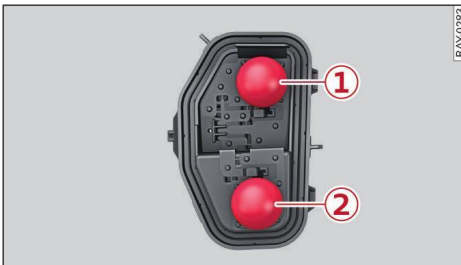

Fig. 197 Portalámparas: Posición de las lámparas
- ▶ Retire el portalámparas de la carcasa ⇒ *fig. 197*.